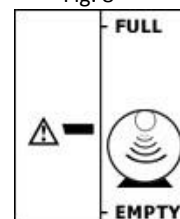

Fig. 9
- 3) Un triangle clignotant avec barre au milieu: pas d'écho ultrasonique (fig 9)